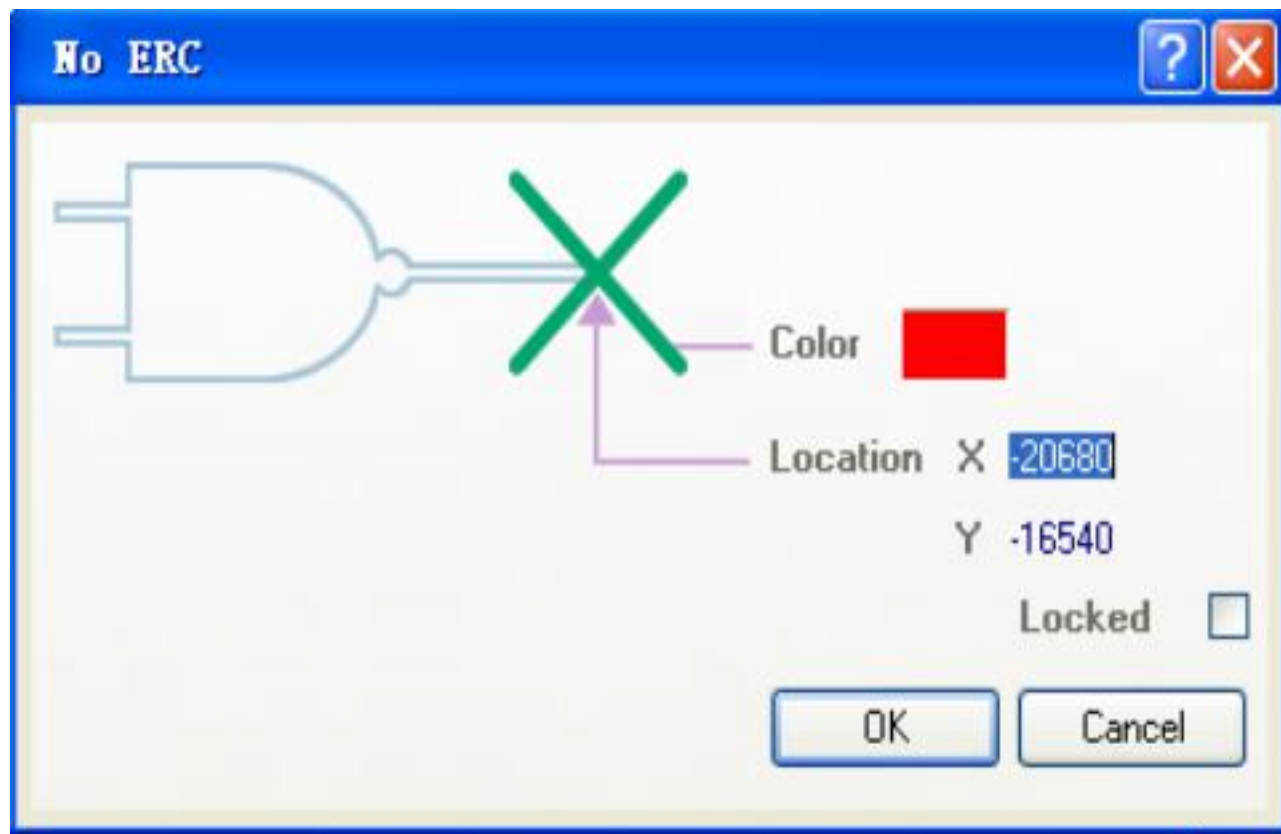

图3-50 Net label 对话框
- 3) 设置忽略ERC测试点的属性。在放置状态时按Tab键，或放置到图纸上后，双击忽略ERC测试点，系统弹出No ERC属性设置对话框，如图3-50所示。设置完毕，单击Ok按钮。